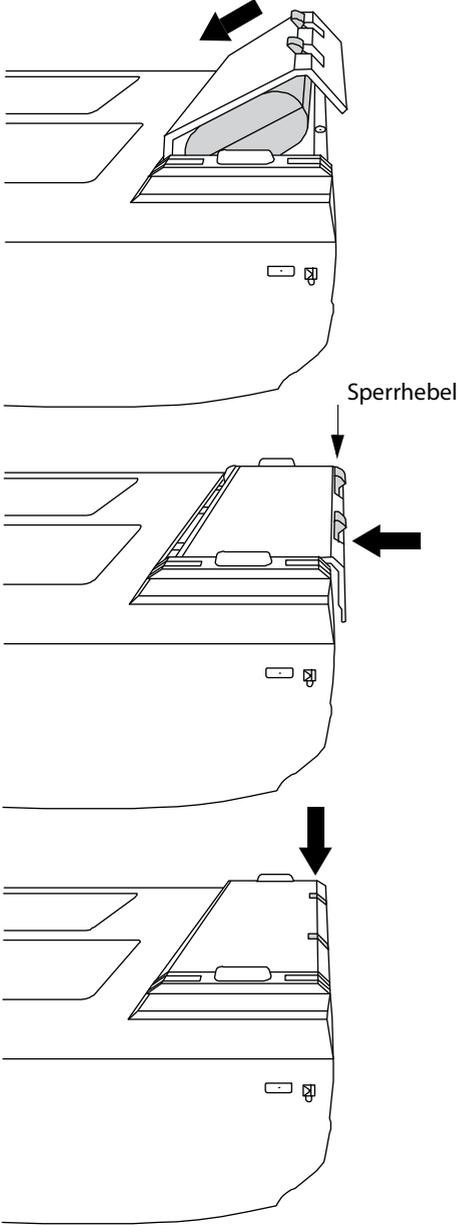

Abbildung 2-3 Einsetzen des Akkus
- 3 Setzen Sie den Akku leicht angestellt in das Akkufach ein. Siehe Abbildung 2-3 auf Seite 2-4.